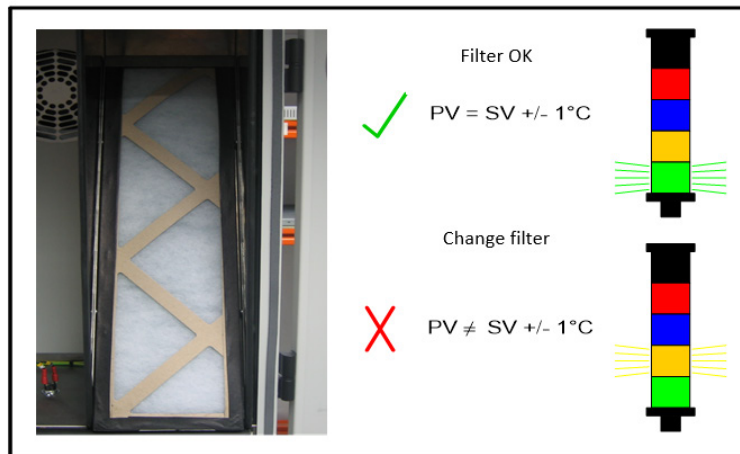

Abbildung 22
Die Lebensdauer des TRE-Auslassfilters variiert je nach Umgebungsluftverschmutzung. Der Filter kann als wartungsfähig angesehen werden, wenn die TRE die Prozesstemperatur (PV) innerhalb von $\pm 1\text{ }^{\circ}\text{C}$ ($34\text{ }^{\circ}\text{F}$) der Zieltemperatur (SV) halten kann (Abbildung 22):